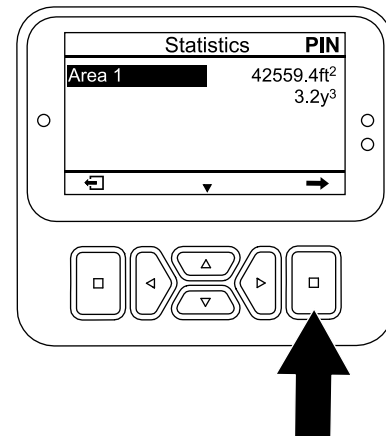

Bild 98
1. Drücken Sie im Bildschirm STATISTIK die Taste „nach unten“, bis die Option BEREICH 1 ausgewählt ist (**Bild 98**).